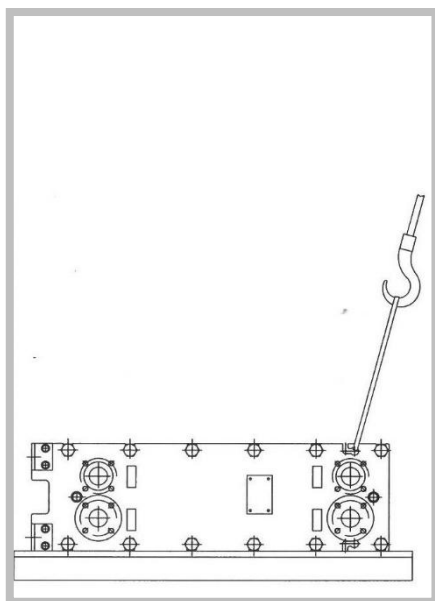

Рисунок 22
2. Закрепить на предусмотренных рым-болтах пластин каркаса подходящие грузозахватные приспособления (Рисунок 22). Не использовать цепные стропы. Существует опасность повреждения или соскальзывания ПТО.